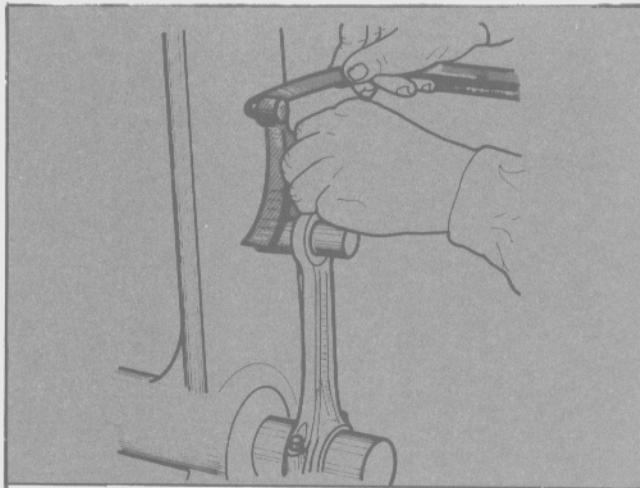

Fig. 80 - Control de alineación de bielas.
- d) Comprobar la alineación de las bielas, instalando un eje de medida apropiada en los alojamientos de los pernos (Fig. 80).